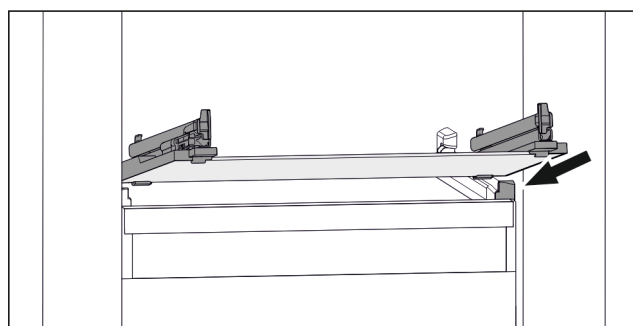

Fig. 101 Příklad znázornění skleněné desky
- ▶ Nasadte skleněnou desku šikmo za zarážky. (viz Fig. 101)